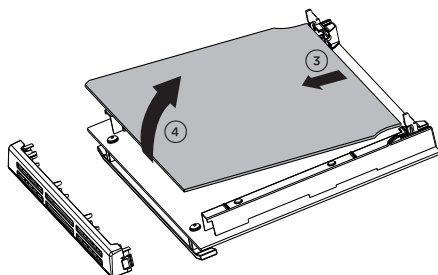

Fig. 8.14
- Sollevare ed estrarre delicatamente il vetro interno sganciandolo dagli arresti inferiori. Non inclinare troppo il vetro per evitare di danneggiarlo (fig. 8.14).